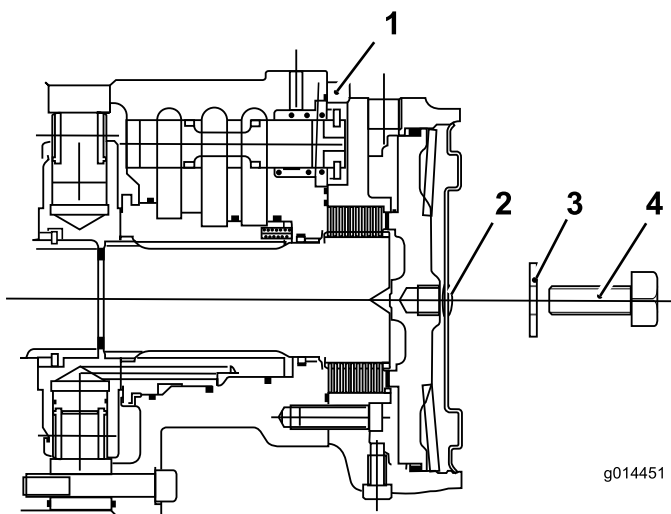

Bild 37
1. Entfernen Sie die Schraube (12 x 40 mm) und Unterlegscheibe (12 mm) aus dem Loch in der Mitte der Motorendplatte (**Bild 37**).